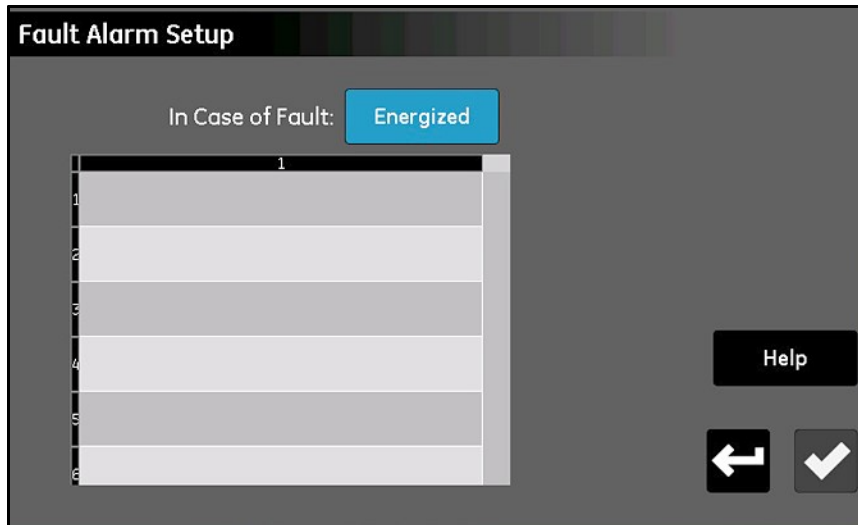

Figura 40: Tela Configuração de alarme de falhas
O menu *Configuração de alarme de falhas* (veja a *Figura 40* abaixo) permite que você especifique como o relé de alarme de falha dedicado do moisture.IQ responde a uma condição de falha e ele lista a fonte de todas as condições de falha atual.
- Toque no botão **Em caso de falha** para alternar entre as opções **Energizado** e **Desenergizado**. Esta solução determina se o relé está **Energizado** ou **Desenergizado** (operação segura) quando uma condição de falha for detectada. A origem de uma falha é exibida na lista de falha na *Figura 40* acima.